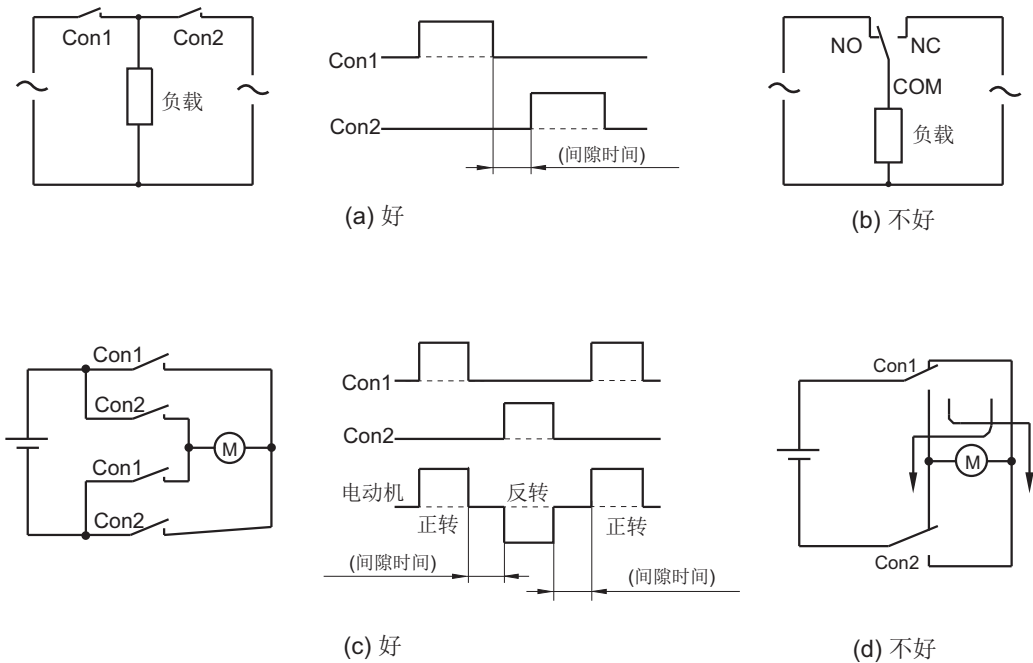

图 6
在电路中，应考虑以下几点(参见图6)：
- 1) 一般继电器的触点间隙都比较小，应考虑到可能由于触点间电弧引起短路的情况。请不要使用图6(b)的电路。推荐使用图6(a)所示电路，并在触点Con1和Con2动作之间设定一定的间隔时间。
- 3) 注意不要使用图6(d)所示的用两组转换触点构成电动机正、逆转电路。推荐使用图6(c)所示电路，并在触点Con1和Con2动作之间设定一定的间隔时间。